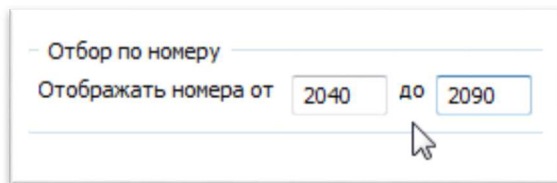

Рис.56. Отбор отображаемых ниток по номеру
11. Для установки/снятия отображения отдельных нитей, отбираемых по номеру – ввести требуемый интервал номеров поездов (см. рис. 56).